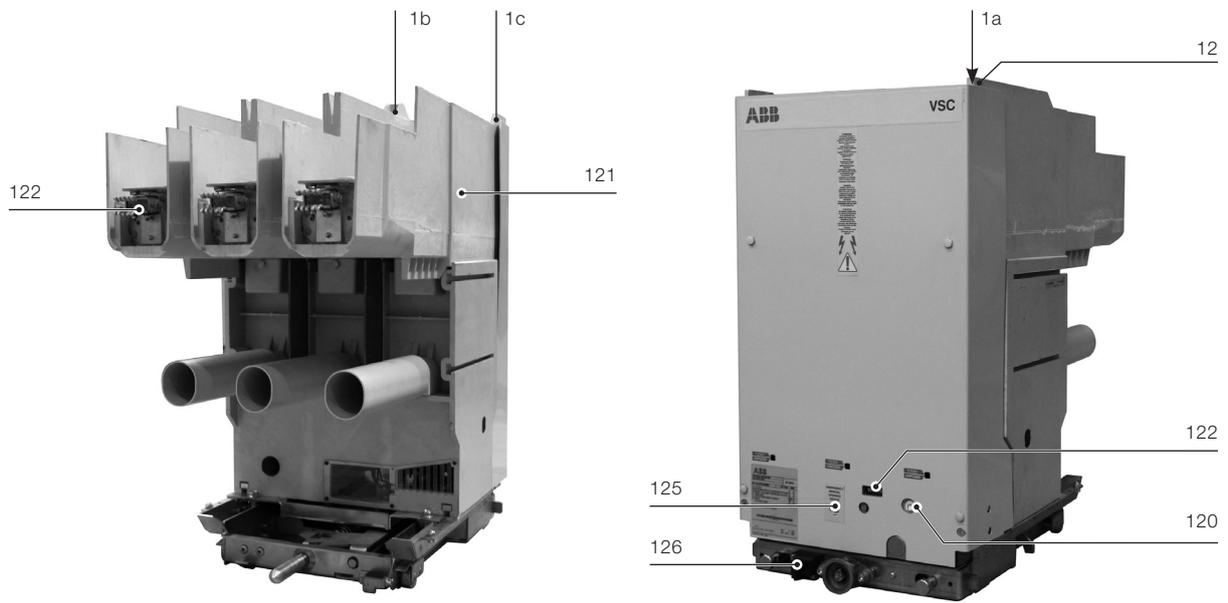

Fig. 12
- un portafusibles con conexiones para fusibles (121). En la parte superior están presentes los topes 1a, 1b y 1c (fig. 12 - pág. 29) para el accionamiento de los contactos del contenedor para la señalización de la posición de insertado/test/seccionado.
- una señalización mecánica abierto/cerrado (120)
- los contactos de seccionamiento a pinza de entrada y de salida (122);
- un cuentamaniobras mecánico que indica el número de maniobras efectuadas por el contactor (122);